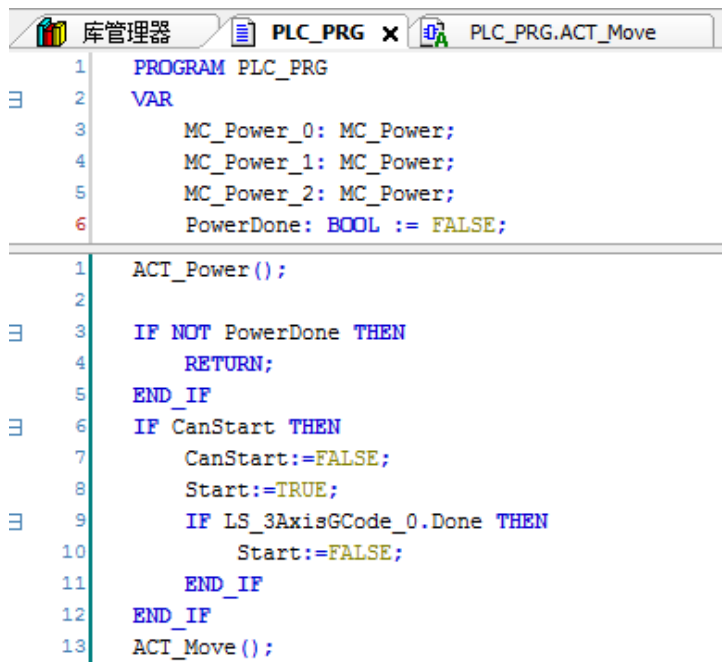

图 8.32 调用 G 代码插补模块程序
4) 编辑主程序，在主程序中分别调用上述模块，根据条件启动和停止三轴 G 代码连续插补，如图 8.32 所示。